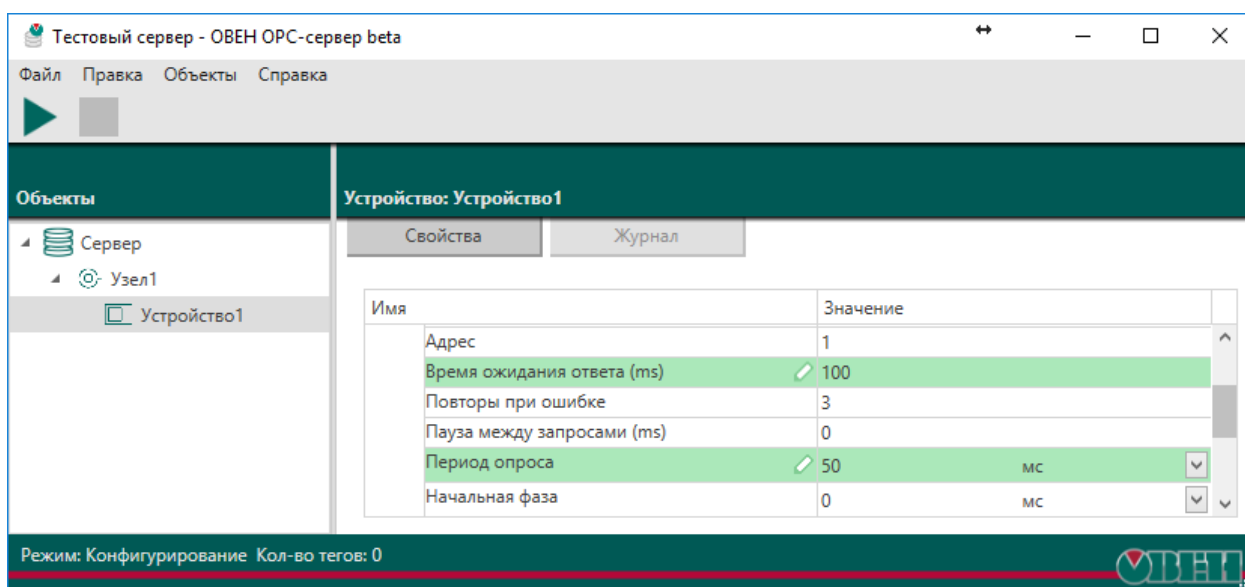

Рис. 3.6. Параметры устройства для быстрого опроса.
***Для справки.** Если требуется максимальное быстроедействие при опросе, можно выставить настройки, как на рис. 3.6. Уменьшение данных параметров еще сильнее приводит к периодическим обрывам связи!